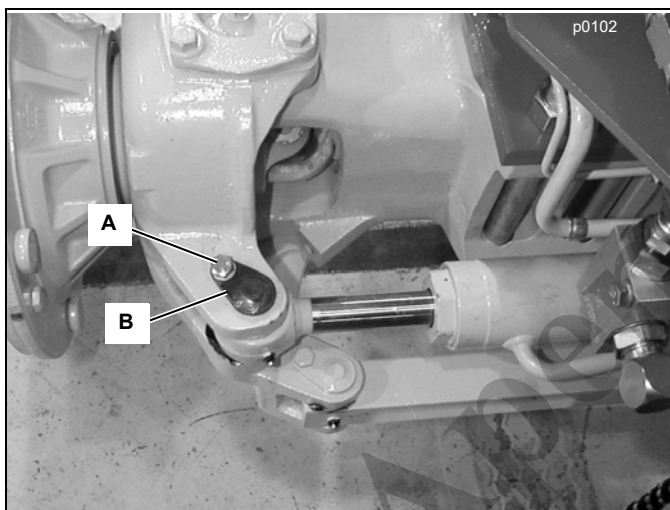

FIGURA 10-59
11. Remova o parafuso de travamento (A) (Figura 10-59) e o pino-pivô (B) das duas extremidades do cilindro de direção.
3. Instale o parafuso de travamento (A, Figura 10-59) e o pino-pivô (B) nas duas extremidades do cilindro de direção.